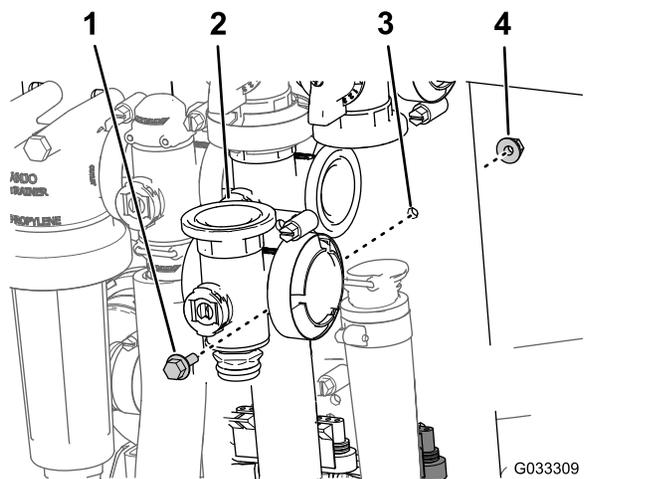

图67
3. 卸下将主喷洒臂阀固定至阀安装座的凸缘头螺栓和凸缘锁紧螺母然后从机器中拆下阀歧管图67。